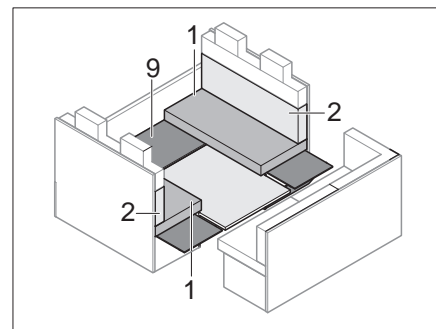

Bild 152 Während des Umbaus
- Unterbau (Bild 152,9) wieder auflegen.